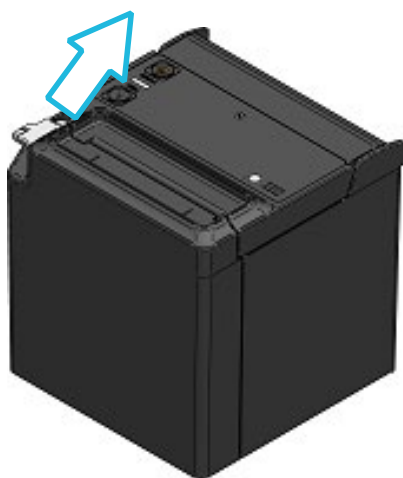

Abbildung 8-1 Lösehebel (Ausgabe oben)
- (1) Bewegen Sie den Lösehebel gemäß der in Abbildung 8-1 und Abbildung 8-2 gezeigten Pfeilrichtung, um die Papierabdeckung zu öffnen.